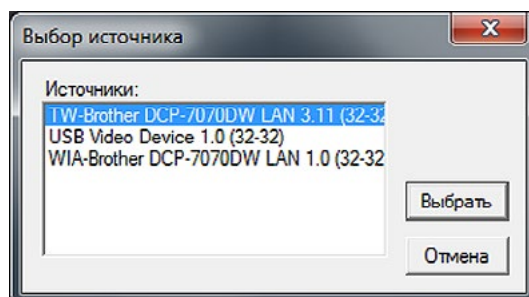

Рис. 2. Выбор МФУ
- 2.4. Выбрать в списке МФУ (рис. 2).